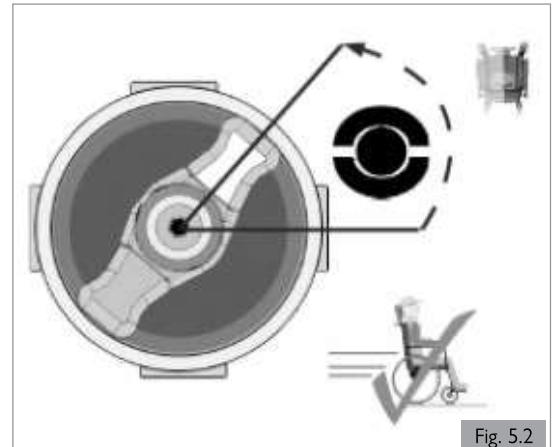

Fig. 5.2
1. Pour conduire le fauteuil roulant (Fig. 5.2).